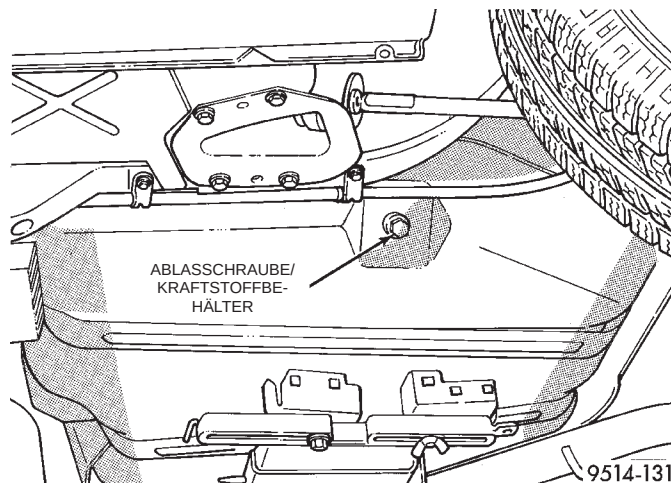

Abb. 38 Ablassschraube/Kraftstoffbehälter
(4) Den Tankdeckel langsam abschrauben, um so den Druck im Kraftstoffbehälter abzubauen.
(5) Das Fahrzeug mit einer Hebebühne anheben und den Kraftstoff aus dem Kraftstoffbehälter ablassen. Den Kraftstoffbehälter mit einem Getriebebock abstützen.
(6) Einen zugelassenen Kraftstoffkanister mit einem Fassungsvermögen von mindestens 70 Liter unter die Ablassschraube links an der Unterseite des Kraftstoffbehälters stellen.
(7) Die Ablassschraube herausdrehen und den Kraftstoff ablaufen lassen (Abb. 38).